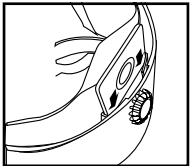

FIGURA 8
19. Deslice el collarín de la bolsa filtrante dentro de las guías del retenedor hasta que la parte posterior del collarín quede asentada sobre los topes de la guía del retenedor **FIGURA 8**.